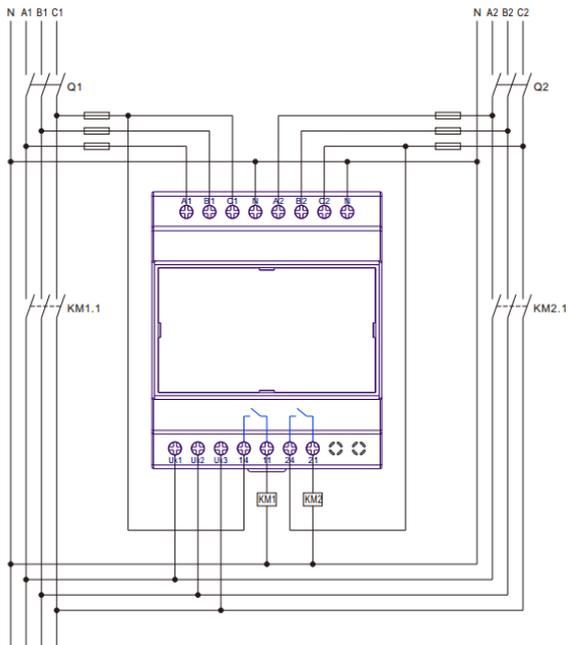

Рис. 3 – Схема подключения
2. Подключите реле ввода резерва согласно схеме подключения (рис. 3).